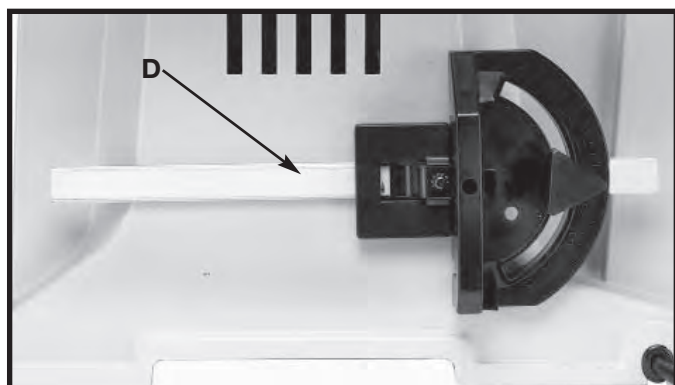

Fig. 23
3. A Fig. 23 mostra o graminho (D) inserido no prendedor.